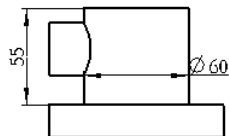

图 5.2.5 尺寸显示
Step3. 在快捷菜单中选择 **显示模型注释** 命令，在系统弹出的“显示模型注释”对话框中单击 **确定** 按钮，然后在主视图中显示出特征 **拉伸 2** 的尺寸，如图 5.2.5 所示。